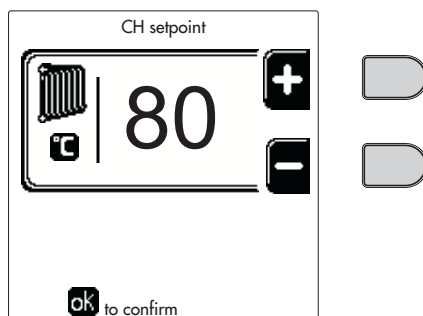
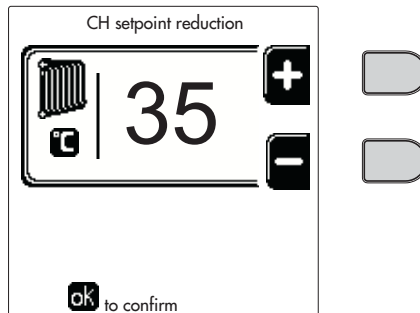
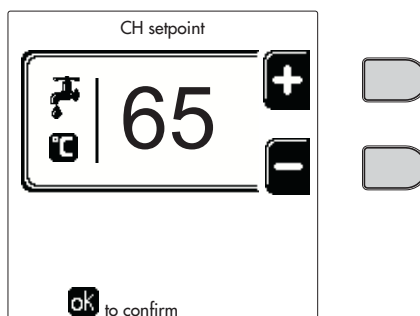
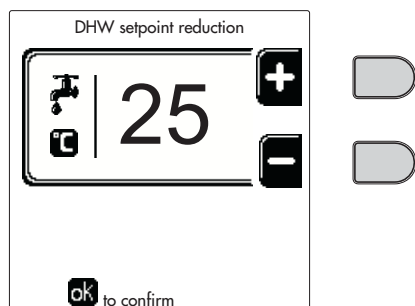

fig. 12
fig. 13
fig. 14
fig. 15
- **ON**. Bij vraag om warmte/sanitair water werkt de ketel op de Regeltemperatuur Verwarming/Sanitair water (fig. 12/ fig. 14) die is ingesteld.
- **re**. Bij vraag om warmte/sanitair water werkt de ketel op de verlaagde regeltemperatuur die is ingesteld. De verlaagde temperatuur wordt verkregen door de waarde van de Regeltemperatuur verlaging (fig. 13/fig. 15) af te trekken van de Regeltemperatuur verwarming/sanitair water (fig. 12/fig. 14) .